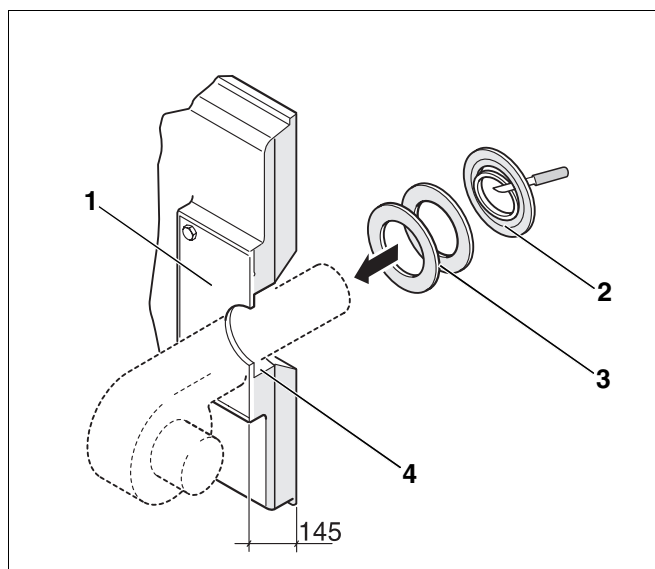

Fig. 66 Montarea arzătorului (dimensiunea în mm)
- Palca arzătorului (fig. 66, **poz. 1**) se decupează pe șantier prin găurire sau cu un aparat de sudură autogen la diametrul necesar tubului de ardere (Ø maxim 270 mm). Găurile pentru fixarea arzătorului se practică cu ajutorul șablonului flanșei de fixare a arzătorului.
- Se ajustează prin decupare garniturile inelare izolante corespunzător diametrului tubului de ardere (fig. 66, **poz. 2**).
- Spațiul rămas între izolația termică a ușii arzătorului și tubul de ardere (fig. 66, **poz. 4**) se umple cu garniturile izolante ajustate corespunzător (fig. 66, **poz. 3**).